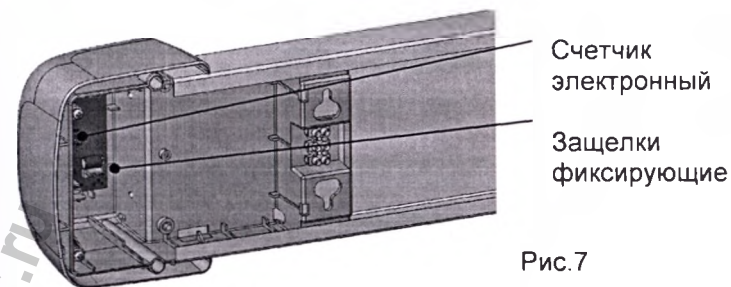

Рис.7
- Извлечь счетчик электронный из торцевого блока, нажав на фиксирующие защелки рис.7.
- Установить новый счетчик электронный, зафиксировав защелками рис.7.